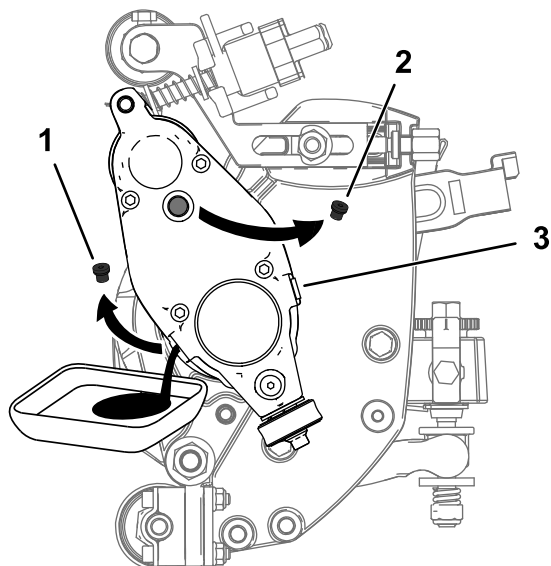

Figura 31
5. Inclinate l'apparato di taglio verticalmente fino a quando il foro di spurgo non si trova nella parte inferiore, per garantire uno spurgo completo (Figura 31).